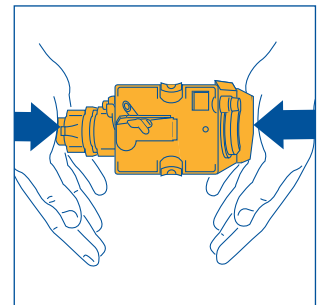

Abb.32
**HINWEIS 2:** Wenn die Brüheinheit sich nur schwer einsetzen lässt, muss diese (vor dem Einsetzen) auf die richtige Größe gebracht werden, und zwar indem Sie die Brüheinheit gleichzeitig von unten und von oben, wie in Abbildung 32 dargestellt, fest andrücken.